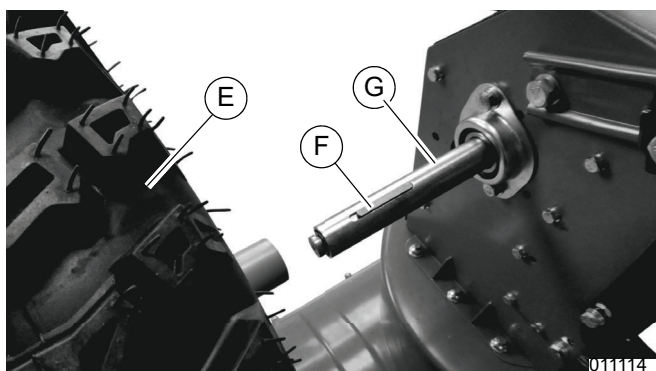

Figure 4-21. Démontage des roues
6. Voir **Figure 4-21**. Retirer les deux roues (E) et les clavettes (F) des arbres de roues (G).